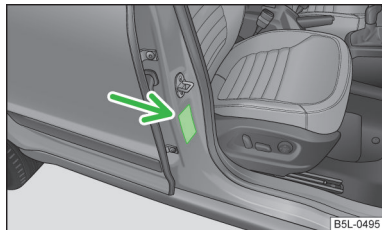

Fig. 146
- Questo rischio è segnalato anche dall'etichetta applicata sul montante centrale della carrozzeria lato passeggero » **fig. 146**. L'etichetta è visibile aprendo la porta del passeggero. Per alcuni paesi l'etichetta è applicata sull'aletta parasole del passeggero.